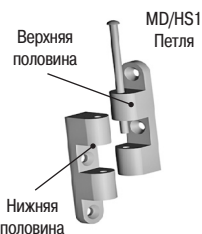

Рис. 12
7. Закрепить к собранной рамке петли MD/HS1. Каждая петля (рис. 12) крепится нижней половиной к торцу антимоскитного профиля MDP1 двумя саморезами. Верхняя половина петли крепится к дверной коробке непосредственно при установке на объекте двумя саморезами. На изделие необходимо устанавливать не менее двух петель. Расположение верхней и нижней петли – около 300 мм от верхней и нижней части рамки.